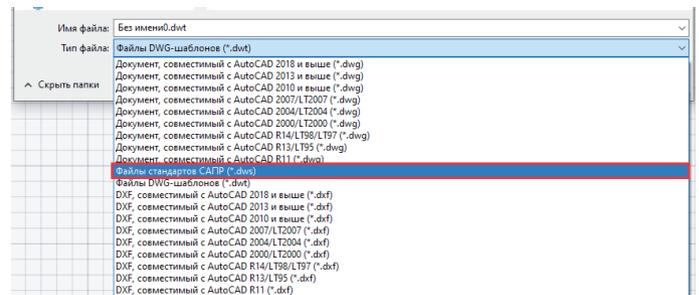

Рис. 9. Создание DWS-стандарта
1) создайте \*.dws-файл: *Сохранить как* → *Файлы стандартов САПР (\*.dws)* – (рис. 9);